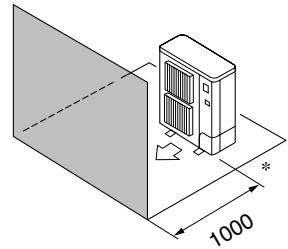

Fig. 2-5
④ Enbart hinder på framsidan (Fig. 2-5)